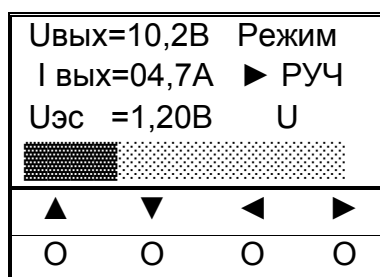

Рисунок 8 – Выбор режима управления
3). Проверить выбранный режим. Если выбран режим дистанционного управления, установить режим ручного управления УКМ, для чего нажать на клавиатуре блока БУИ-1 кнопку выбора режима «▲» («▼»). Проконтролировать на дисплее окно (рисунок 8):